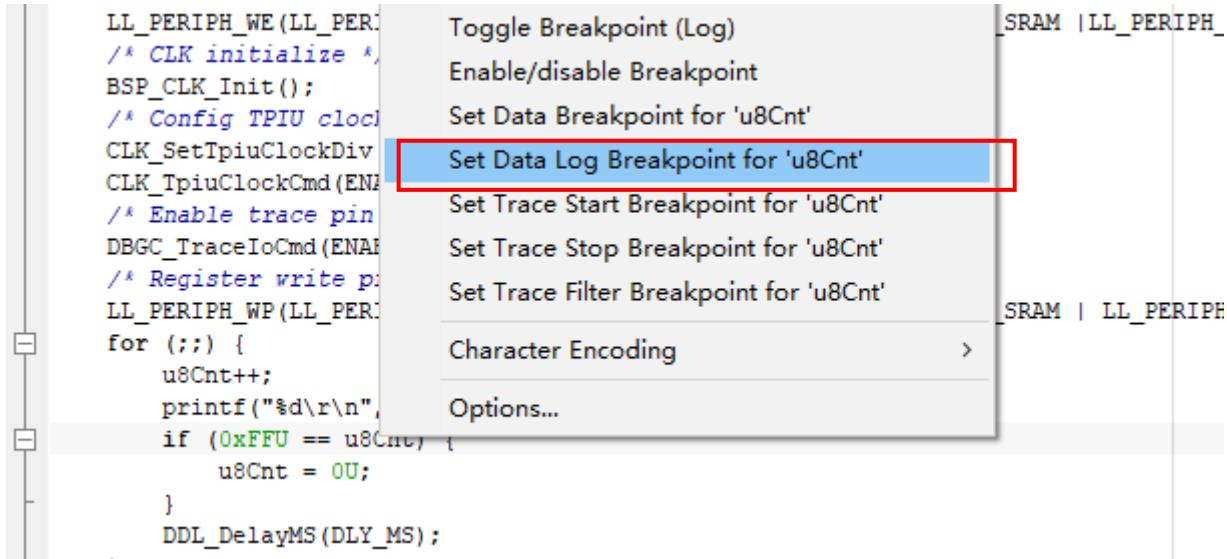

图 3-6 Data Log 设置
- 图 3-6 中 u8Cnt 为全局变量，在该变量处，右键单击，选择“Set Data Log Breakpoint for ‘u8Cnt’”。